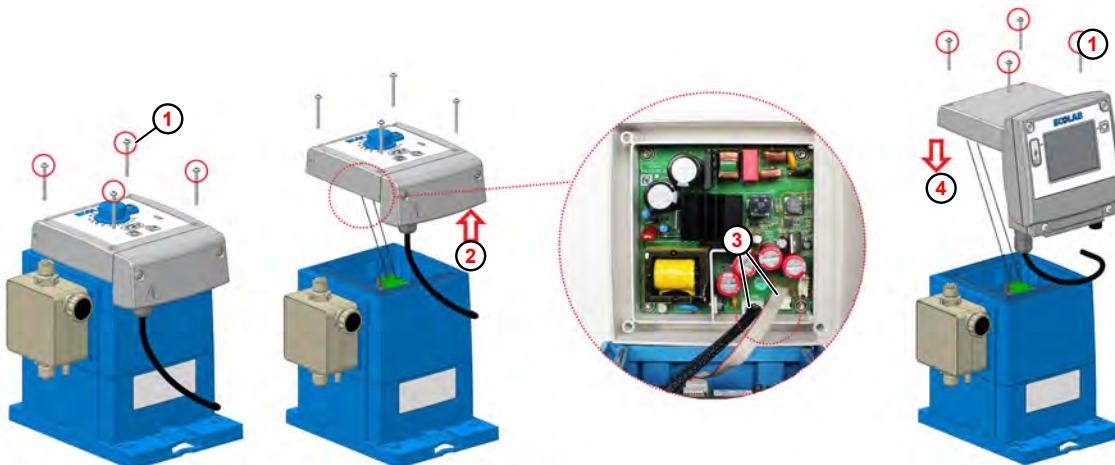

Fig. 33: Actualización a EcoAdd
- ① Tornillo de fijación
- ② Extraer la unidad de control
- ③ Conector
- ④ Colocar la unidad de control
**1.** Aflojar los tornillos de fijación ( Fig. 33 , ① ) de la unidad de control **EcoUp** con una llave Torx (TX25).